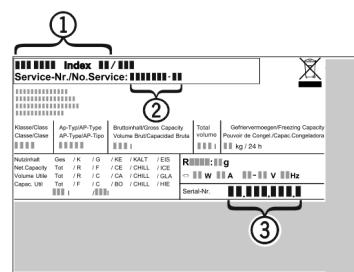

Fig. 11
► Назва пристрою Fig. 11 (1), сервісний номер Fig. 11 (2) та серійний номер Fig. 11 (3) вказані на табличці типів. Таблиця типів знаходиться всередині пристроя, зліва.
► Повідомте сервісну службу про характер неполадки, назву пристрою Fig. 11 (1), сервісний номер Fig. 11 (2) та серійний номер Fig. 11 (3).